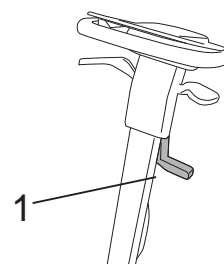

Fig.5
- Sollevare lo squeegee attraverso la leva (Fig.5-Rif.1).